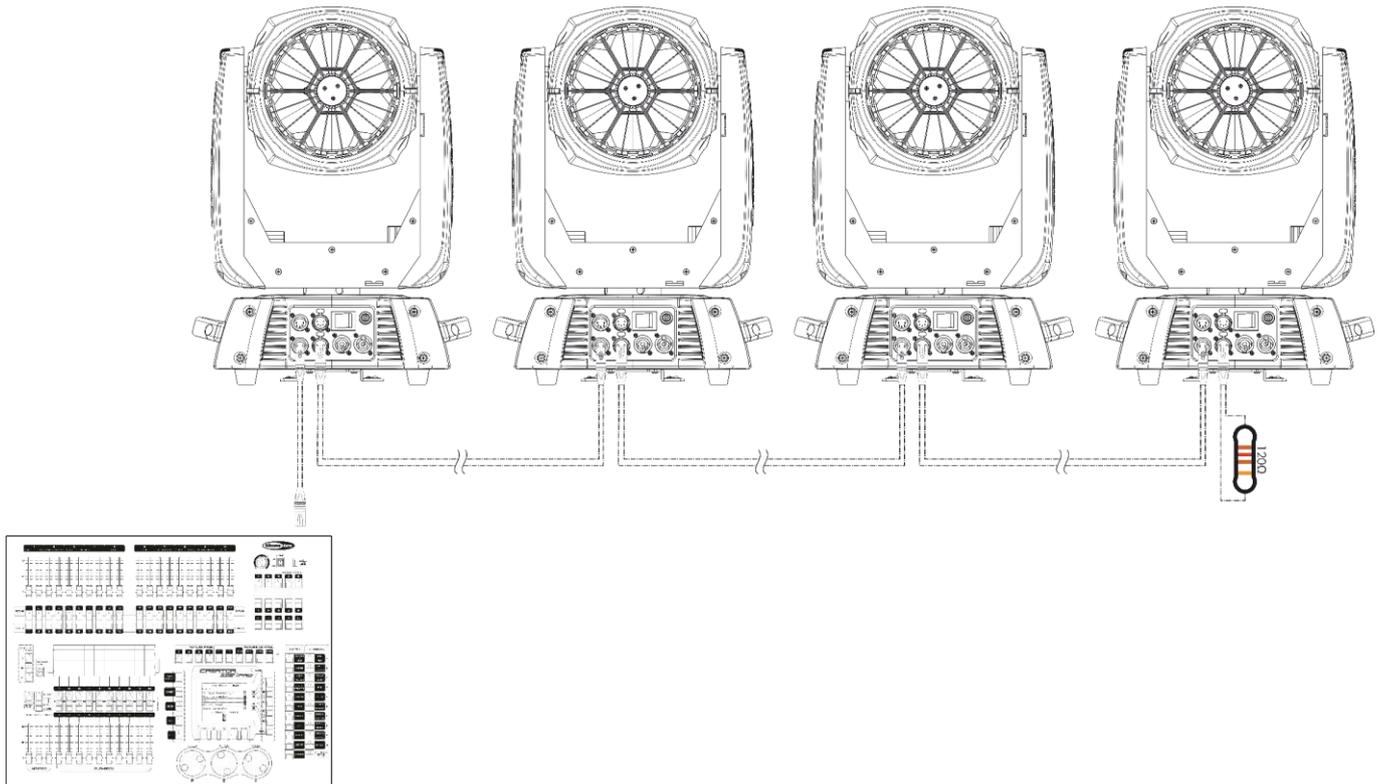

Abb. 15
- 03) Verbinden Sie die gewünschte Anzahl an Geräten auf diese Weise in Reihenschaltung hintereinander wie in Abb. 15 gezeigt.